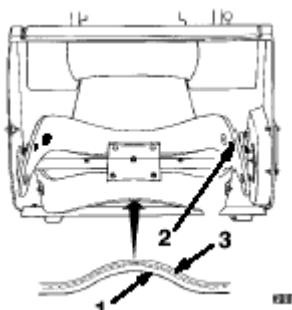

图24
- 3、用2个六角螺栓、2个垫圈、2个螺母，紧固刀片于旋转片上。螺栓头部应位于刀片较厚的一侧。（图24）
- 4、弯曲旋转刀片，用其余螺钉和螺母使其定位，螺钉头应位于刀片较厚一侧。（图24）
- 1、检查新刀片刀刃的厚度。（图24）一些旋转刀片在刀片较厚处有零件号。
安上新刀片，厚层应位于曲面内侧。（图24）